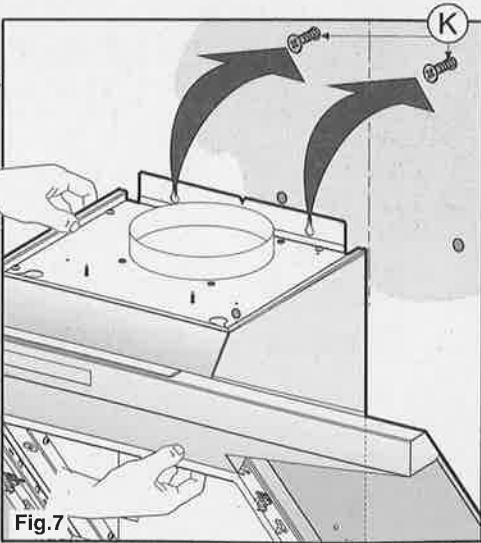

Fig.7
- Posizionare l'apparecchio al muro; allinearlo in posizione orizzontale e avvitare le viti K (fig.7).